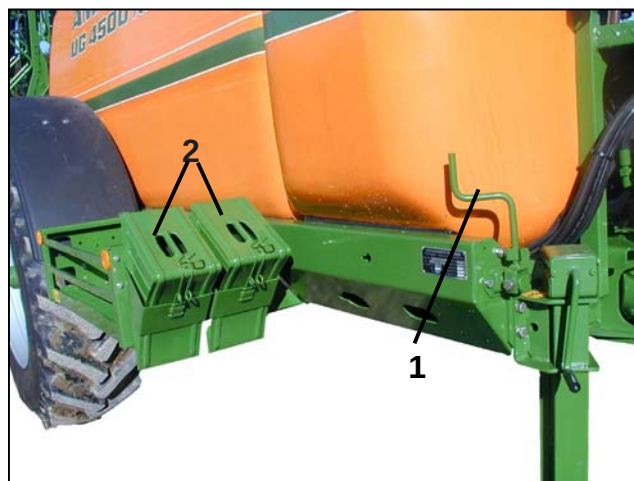

Fig. 5.8
- Parkeringsbremse (fig. 5.8/1) løsnes:
- Kilerne fjernes, og fastgøres i holderen (fig. 5.8/2) på rammen.